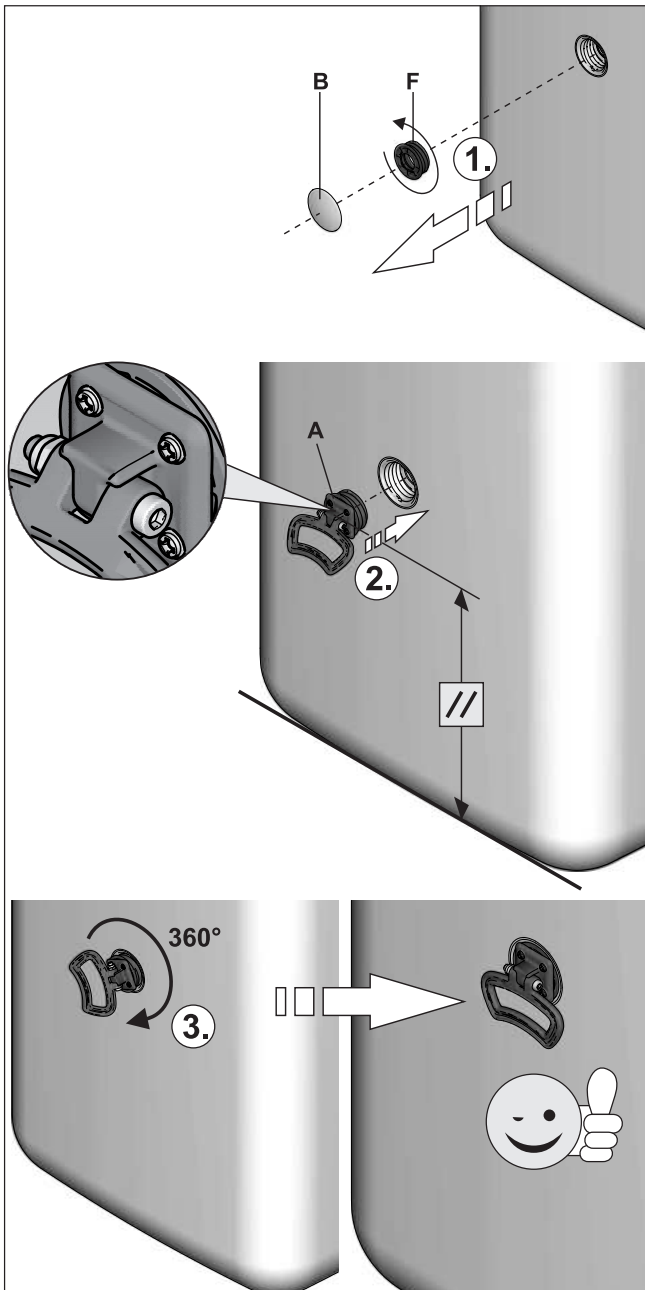

Bild 4-6 Handgriffe montieren
- 2 Am Speicherbehälter die Abdeckblenden (Bild 4-6, Pos. B) abziehen und die Gewindestücke (Bild 4-6, Pos. F) aus den Öffnungen herausdrehen, an welchen die Handgriffe montiert werden sollen.
- 3 Handgriffe (Bild 4-6, Pos. A) in die frei gewordenen Gewindeöffnungen einschrauben.